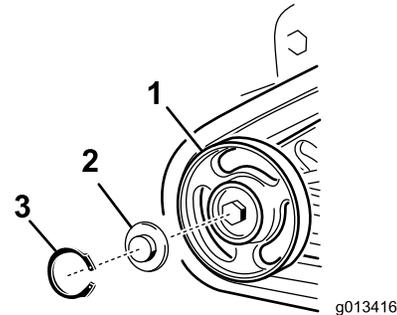

Bild 60
4. Nehmen Sie den Sprengring und die Kappe vom Straßensrad ab (Bild 60).
5. Prüfen Sie das Schmiermittel unter der Kappe und um die Dichtung (Bild 60). Wenn es schmutzig, körnig oder verbraucht ist, entfernen Sie das gesamte Schmiermittel, wechseln Sie die Dichtung aus und fügen Sie neues Schmiermittel hinzu.
7. Setzen Sie die eingefettete Straßensradkappe auf den Schraubenkopf (Bild 60).
8. Befestigen Sie die Straßensradkappe mit dem Sprengring (Bild 60).